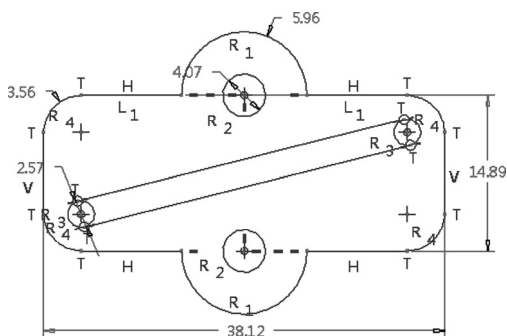

图 2-103 绘制两条相切的直线
10) 绘制相切直线。在“草绘”组中单击 (直线相切) 按钮, 分别绘制两条相切的直线, 如图 2-103 所示。